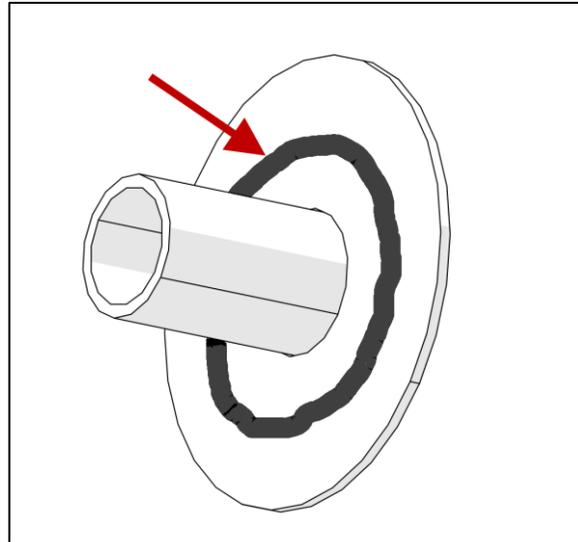

FIGURE 19
27. Appliquer un cordon de colle (diamètre 4 à 5 mm) sur la surface de montage de la bride de montage du côté du tube le plus long. Utiliser la colle #684743 ou l'équivalent et le mélangeur #680808 (Figure 19).